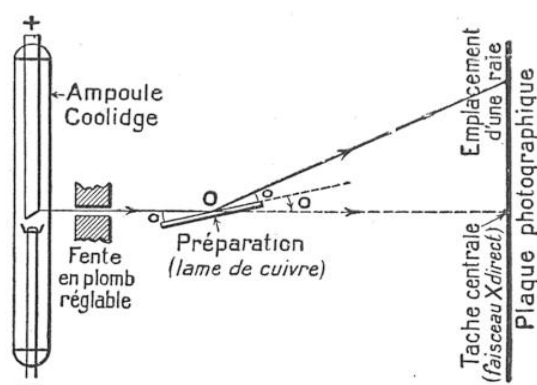

FIG. 3. — SCHÉMA DE LA MÉTHODE DU CRISTAL TOURNANT, DE M. DE BROGLIE, POUR LA SPECTROGRAPHIE PAR RAYONS X
2) *La méthode du cristal tournant* (fig. 3), due à M. de Broglie, qui consiste à faire pivoter le cristal autour d'un axe vertical, devant une fente délimitant un pinceau de rayons X. De la sorte, les plans réticulaires passent successivement par l'incidence pour laquelle il peut y avoir réflexion, et le cliché obtenu se traduit par un ensemble de raies fournissant les mêmes résultats que plus haut ;